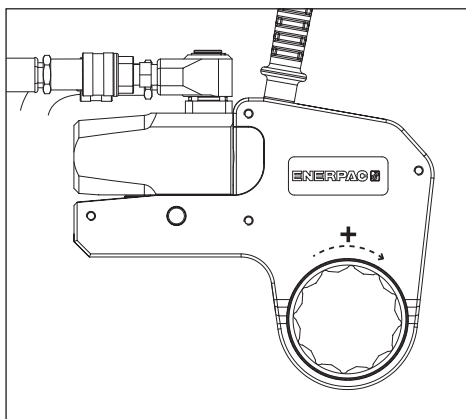

Fig. 7
4.3.1 Apertar uma porca ou parafuso (fig. 7 e 8)
- Posicione o pé de reação (17) contra um ponto de reação adequado (18). O ponto de reação irá neutralizar a força causada pela operação da ferramenta.